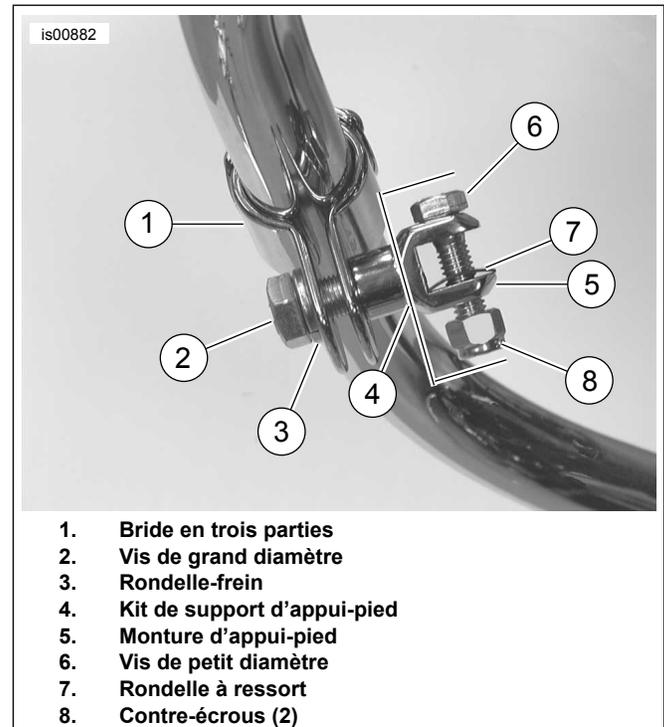

Figure 1. Installation du kit de montage d'appui-pied (appui-pied non montré)
- Retirer les quatre petites vis à tête bombée qui attachent la bride en 3 parties (1) ensemble. Placer la bride autour de la protection de moteur en la positionnant sur la partie droite verticale de la protection. Remettre en place les vis à tête bombée et les serrer à un couple de 1 N·m (9 in·lbs).
- Voir la Figure 1. Tirer ensemble les languettes de la bride en 3 parties avec un collier ou une pince de serrage et installer la vis de grand diamètre (2), la rondelle-frein (3) et la monture d'appui-pied (5) comme indiqué. Serrer la vis à la main pour l'instant. Répéter l'opération pour la monture d'appui-pied opposée.